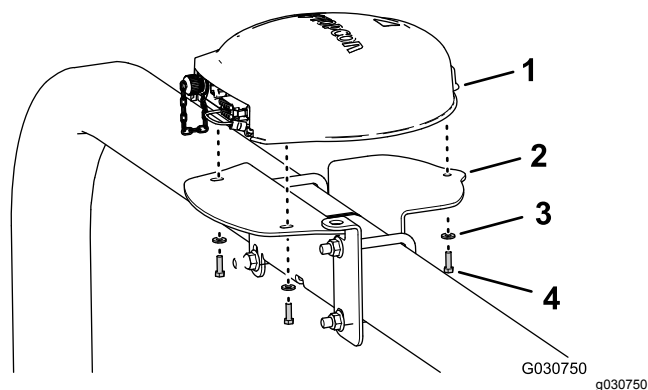

Рисунок 151
4. Совместите три резьбовых отверстия в основании навигационного приемника с тремя отверстиями в креплении приемника (Рисунок 151).
5. Установите приемник на крепление (Рисунок 151) при помощи трех болтов с шестигранными головками (5 x 16 мм) и трех шайб (5 мм).